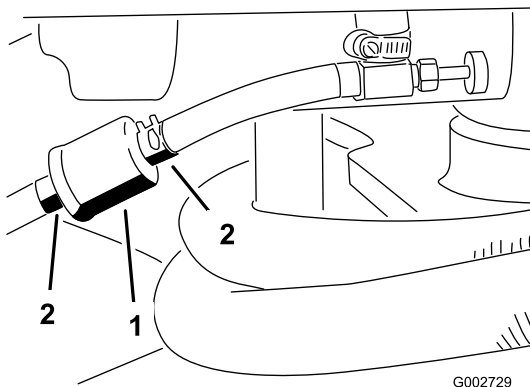

图28
- 关闭燃油切断阀拧松滤芯化油器侧的软管夹然后从滤芯上拔下燃油管线图28。